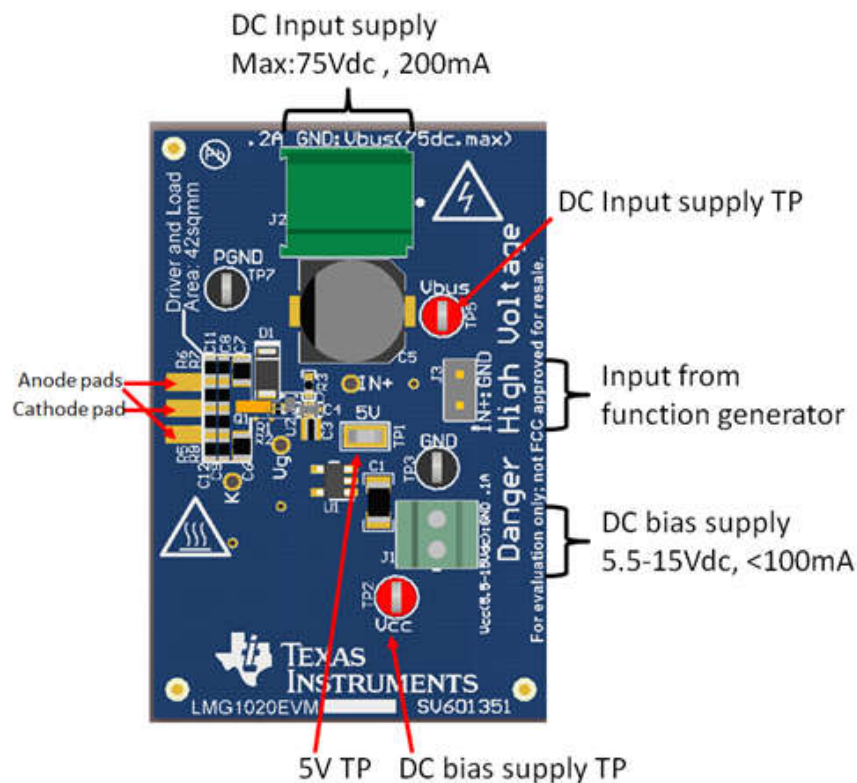

图 9-1. 建议的连接点和特性说明
按图 9-1 所示连接输入和偏置电源。
1. 如 图 9-1 所示连接输入 (J2) 和偏置电源 (J1)，但暂不接通电源。
4. 接通输入电源 (J2) (如 图 9-1 所示) 并设置为所需的输入电压，但不高于 75Vdc。将电流限制设置为 0.2A。建议从较低电压 (例如 10V) 开始测量，以确保捕获正确的波形。